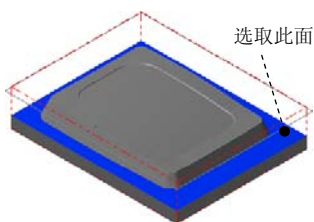

图 5.22 选取加工面
(1) 在图形区中选取图 5.22 所示的面，然后按 **Enter** 键，系统弹出“刀具路径的曲面选取”对话框。